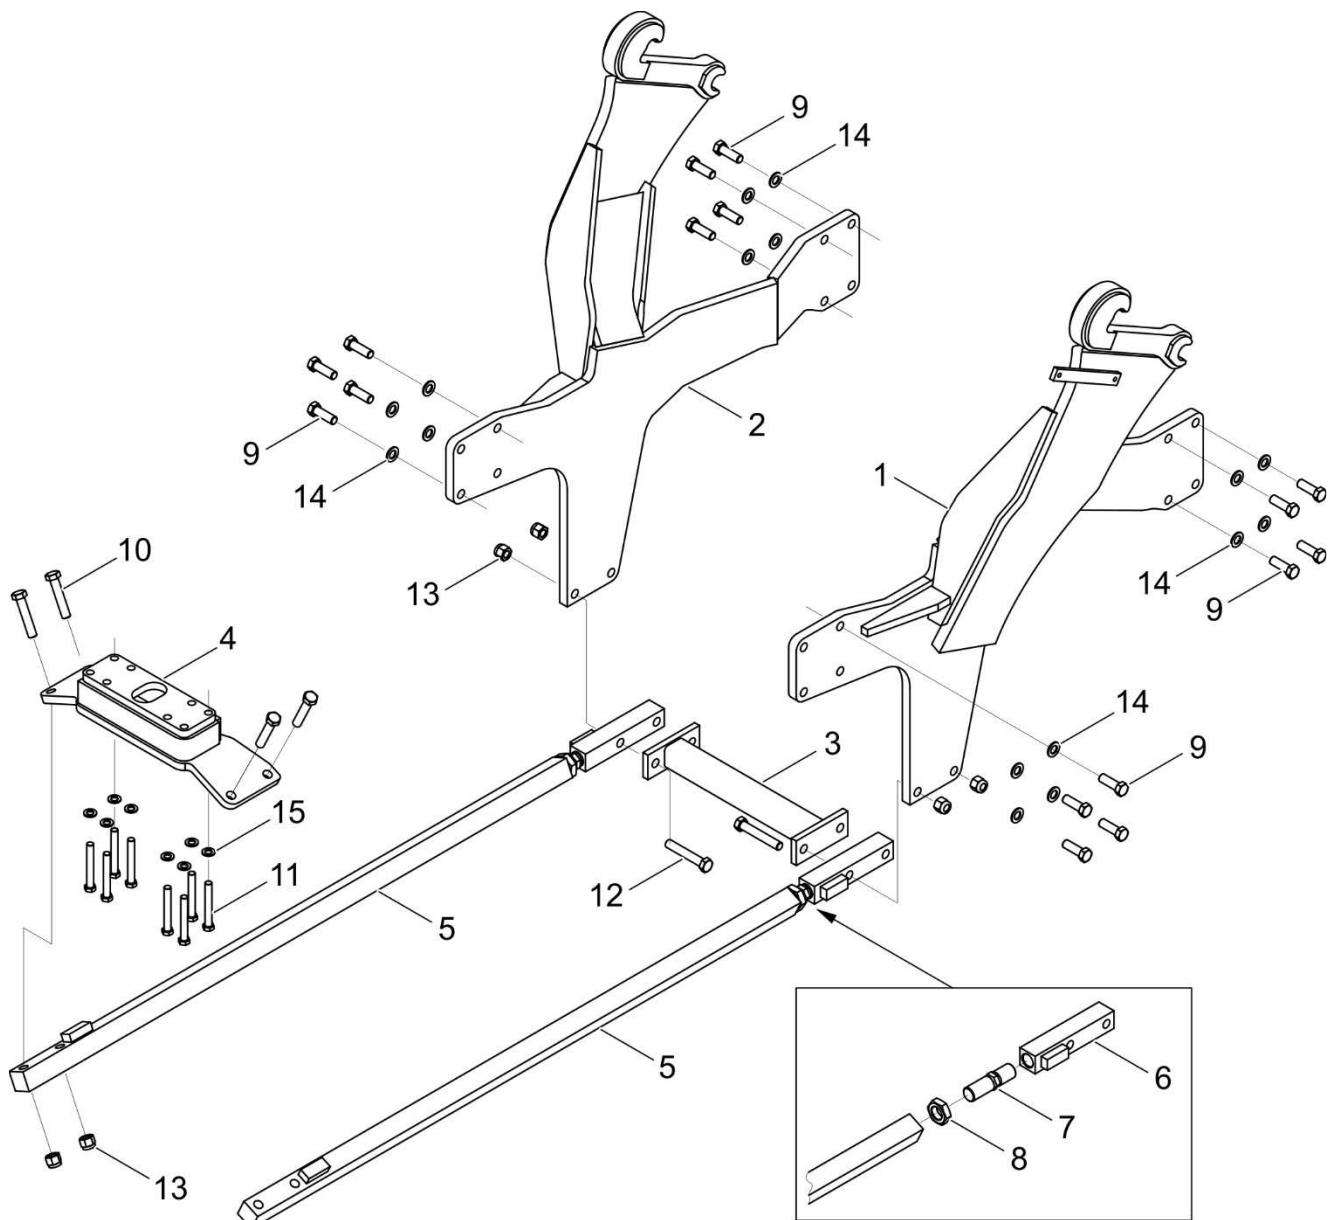
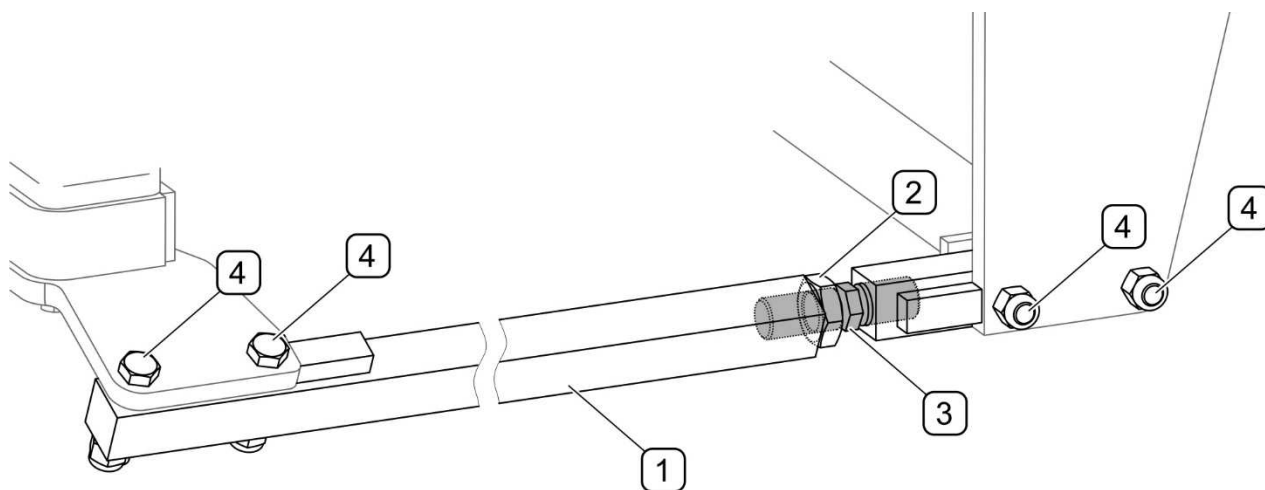

РИСУНОК 4.1 Монтаж несущей рамы (PRONAR 6170)
РИСУНОК 4.2 Натяжение системы подвесок несущей рамы
Переднюю и заднюю часть кронштейнов (1) и (2) (РИСУНОК 4.1) необходимо привинтить при помощи болтов (9) с шайбами (14). Кронштейн (4) для подвесок необходимо привинтить к ведущему мосту при помощи болтов (11) с шайбами (15). При помощи болтов (10) с гайками (13) привинтить к кронштейну (4) подвески (5), которые в передней части необходимо соединить с кронштейнами (1) и (2) при помощи болтов (12) и гаек (13). Для присоединения подвесок (5) к кронштейнам (1) и (2) необходимо использовать перемычку (3). Отрегулировать систему подвесок (РИСУНОК 4.2).